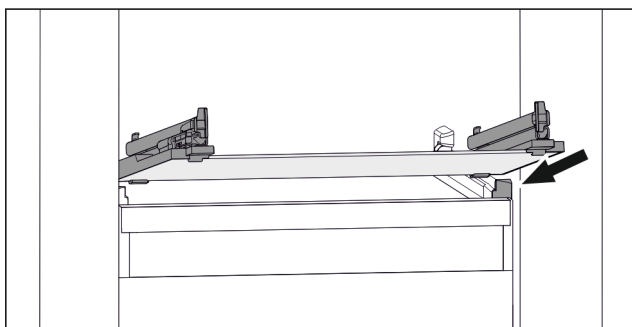

Fig. 161 Príklad zobrazenia sklenenej dosky
- ▶ Nasadte sklenenú dosku šikmo za záložkami. (pozri Fig. 161)